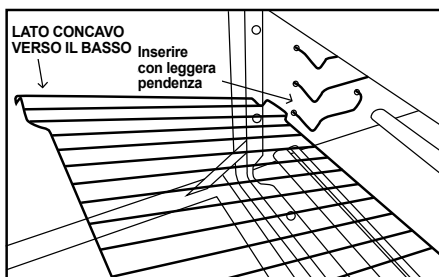

Fig. 1
1. Inserire il ripiano con leggera pendenza (Fig. 1). Il ripiano deve essere installato con il lato concavo verso il basso.